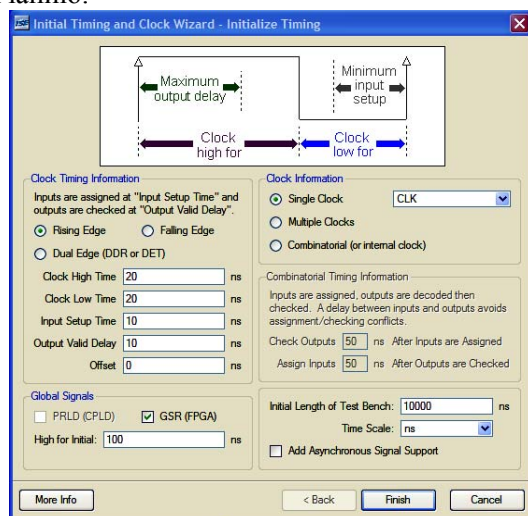

Рис. 18. Инициализация временных параметров
7. В открывшемся диалоговом окне *Initialize Timing* (рис. 18) не-
Примечание. При использовании микросхем *FPGA* (на рис. 18 галочкой отмечено, что *GSR (FPGA)* разрешено) по умолчанию к значению *Offset* автоматически добавляется 100 ns.